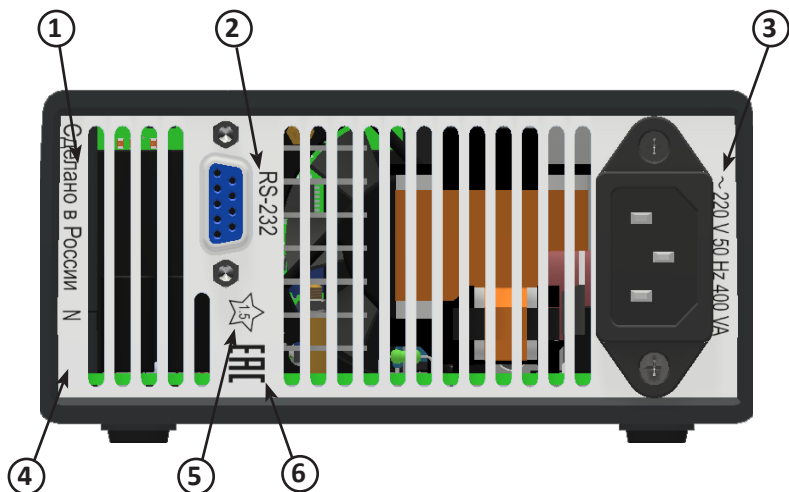

Рисунок 5 – Маркировка задней панели источника питания
1.5.2 На задней панели источника питания нанесена следующая маркировка (смотрите рисунок 5):